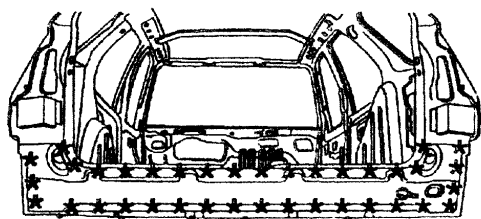

fig. CAR. 269
- Découper par fraisage des points (fig. CAR 269).